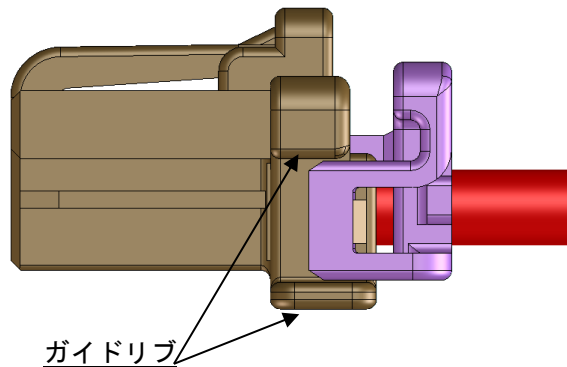

Fig.6-9
- ③ リテーナーのロック部がハウジングに設けられたガイドリブに沿うようにし、爪が完全にかかるまで、ゆっくりと真っ直ぐ装着してください (Fig.6-9)。